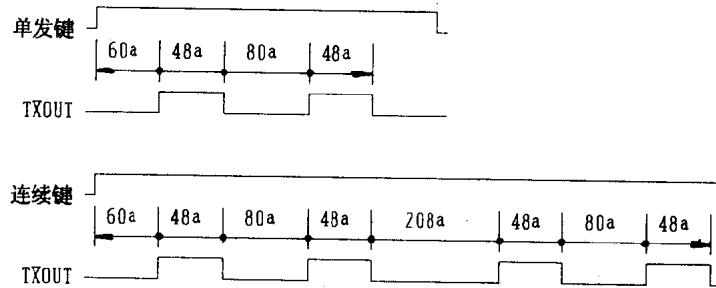

图 1-3-6 单发和连发输出波形
- 可供发射的指令达 75 个,其中有 63 个是连续指令,并可多键组合; 12 个是单发指令,只能单键使用。单发和连发输出波形如图 1-3-6。按下单发键(7~18),TxOUT 只输